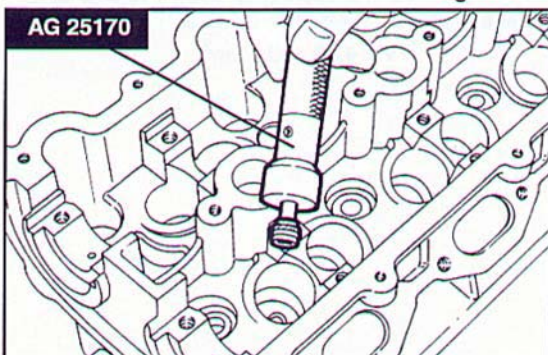

Fig. 208 ▼
- inserire il gommino paraolio sull'attrezzo AG 25170 (Fig. 208);
- insert the oil seal rubber on tool AG 25170 (Fig. 208);